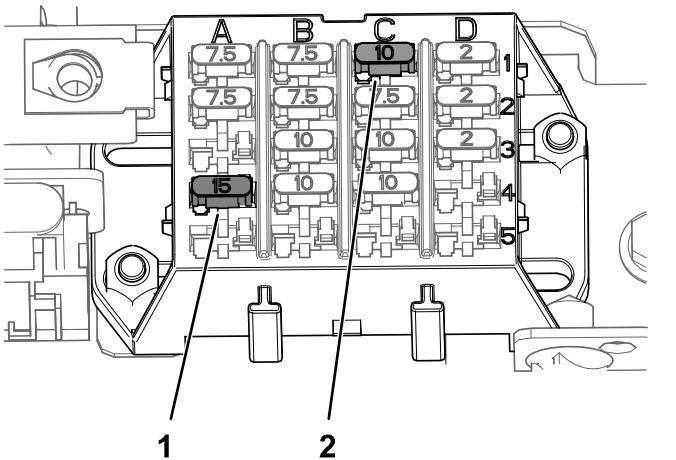

Figura 52
2. Cambie el fusible fundido del circuito de las luces de carretera en la ranura del bloque de fusibles situada en la columna A, fila 4 o la columna C de la fila 1 (Figura 52).